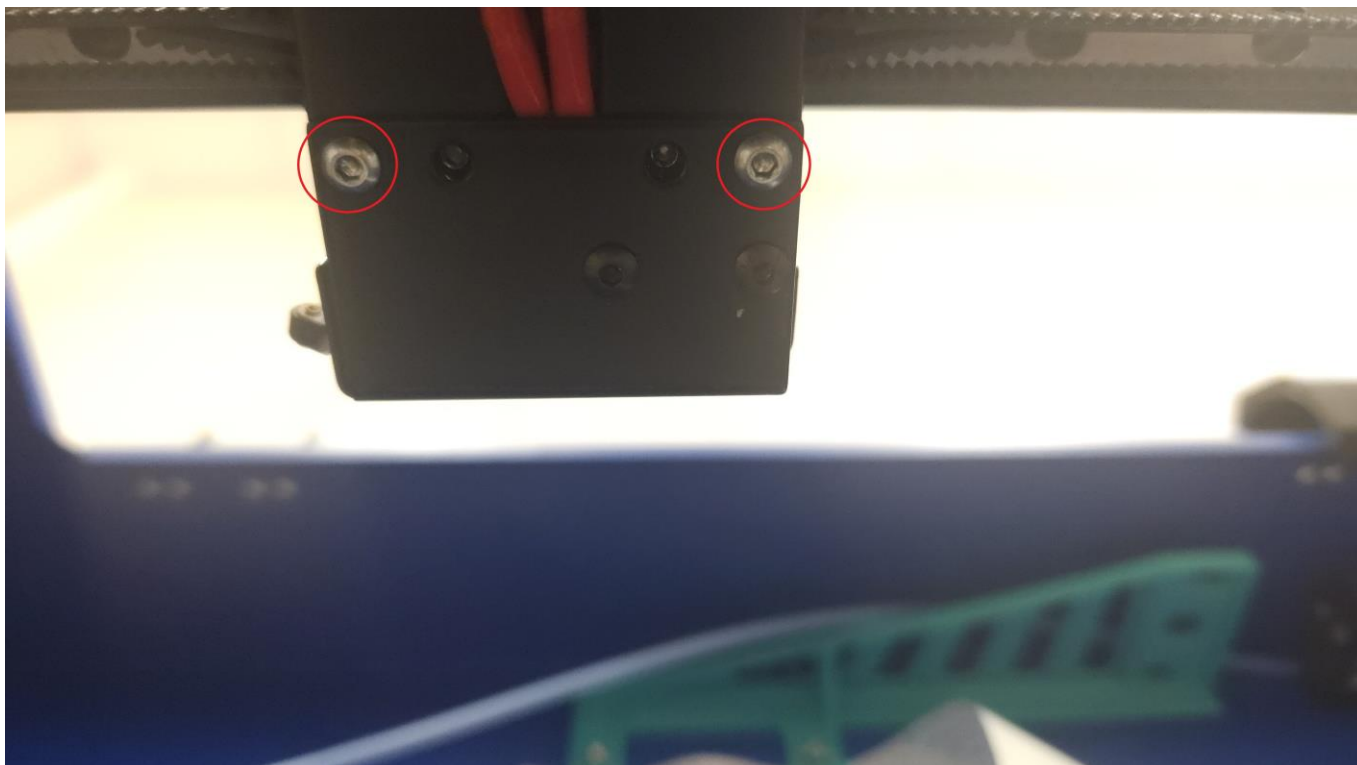

Рисунок 7 — Расположение винтов
8. Шестигранным ключом на 2 выкрутите два винта с полукруглой головкой (рисунок 7) и отсоедините кронштейн с коммутационной платой и концевиком по оси X.